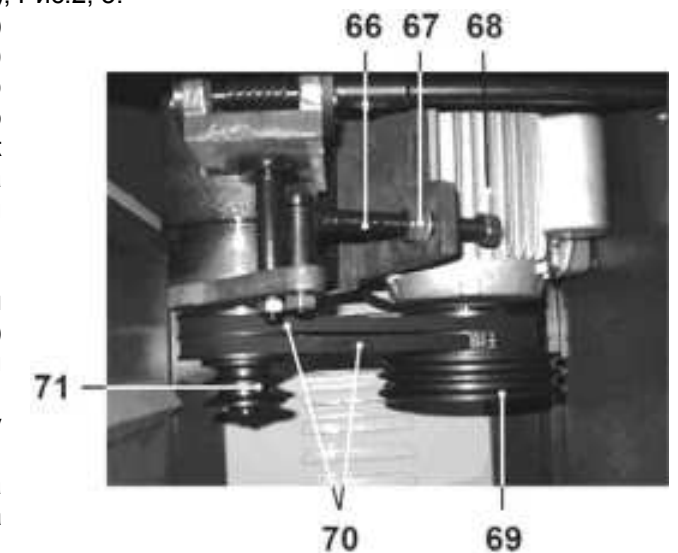

Рис. 13
Гаечными ключами (не комплектуются), удерживайте за головку болт (66). Накручивая гайку (67), натяните ремни передачи (70). Чрезмерное натяжение ускорит износ ремня передачи (70), Рис.13.